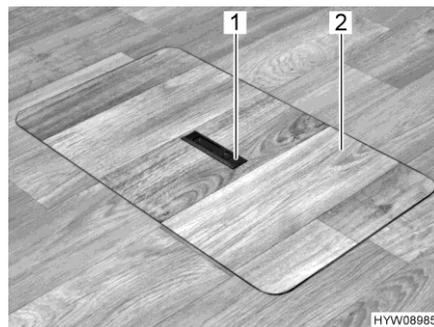
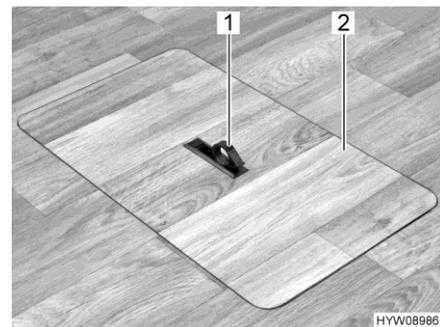

Fig. 59 Cubierta del compartimento de almacenamiento en el piso (tirador hundido)
Fig. 60 Cubierta del compartimento de almacenamiento en el piso (tirador girado hacia fuera)
- Presionar hacia abajo un lado de la placa de agarre (Fig. 59,1). El tirador (Fig. 60,1) girará hacia arriba.
- Retirar la cubierta (Fig. 60,2) hacia arriba.
- Insertar la cubierta (Fig. 60,2) en el marco en el piso.